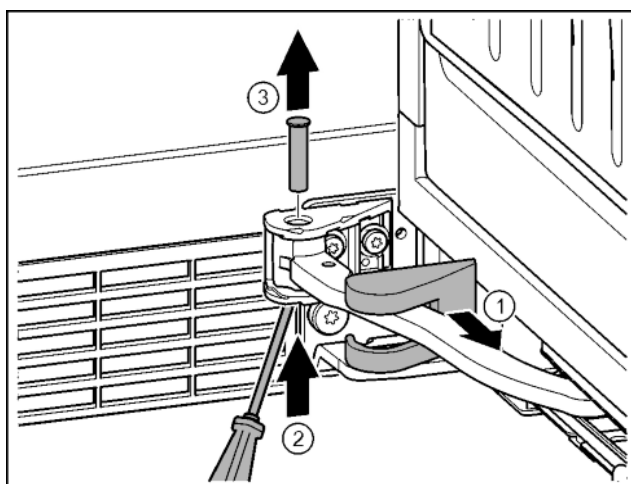

Fig. 16
- Снять крышку и переместить вдоль шарнира. Fig. 16 (1)
- Ручкой или отверткой приподнять палец снизу. Fig. 16 (2)
- Вставить отвертку под головку пальца и вытащить его. Fig. 16 (3)